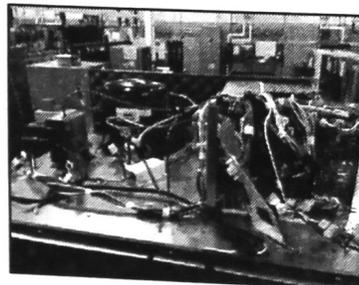

FIGURE 20
21. Placer le module HT dans sa position de remontage comme illustré en Figure 20. Les vis du dessus ne correspondent pas aux orifices du module HT neuf.